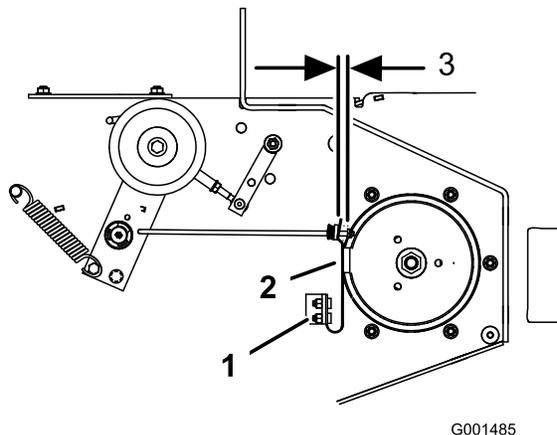

Figura 19
della lama sfregi contro entrambi i lati della scanalatura della puleggia (Figura 19).
4. Regolate il dado all'estremità dell'asta del freno della lama fino a quando non c'è uno spazio di 3-5 mm tra il dado e il distanziale (Figura 19).